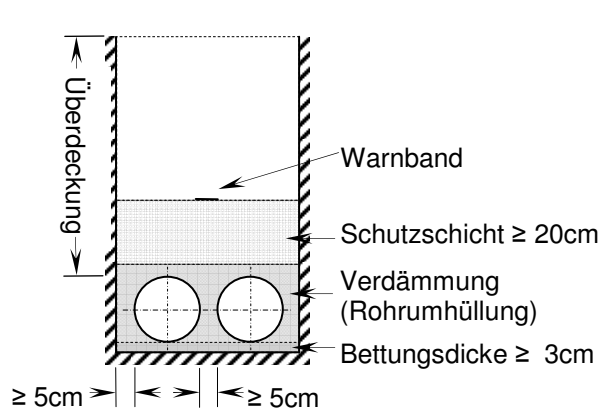

Bild 12
- Über der Schutzschicht soll das Warnband verlegt werden (Bild 12 und 13).